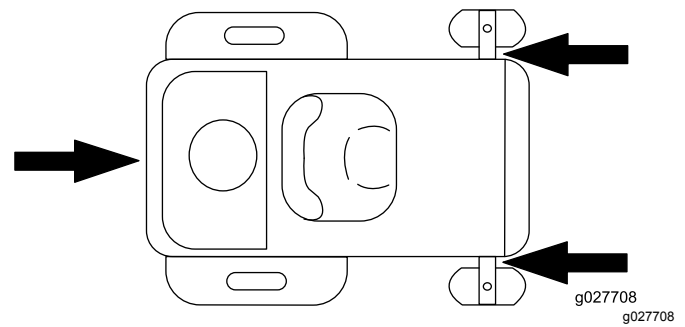

Figura 39
6. Ancorate la macchina accanto alle ruote orientabili anteriori e al paraurti posteriore con cinghie, catene, cavi o corde (Figura 39). Fate riferimento ai regolamenti locali per i requisiti di ancoraggio.